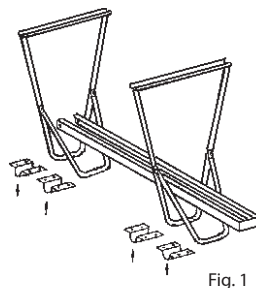

Fig.1
1. Après avoir ouvert partiellement en compas les supports, retournez les deux cadres et maintenez-les en position verticale (cf. fig.1).